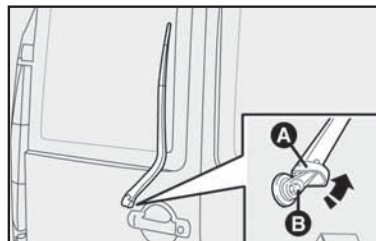

fig. 23
Substituição da limpador/palheta do limpador do vidro traseiro (se equipado) - fig. 23
1) Para retirar o limpador basta afastar a proteção **A** conforme a seta e desparafusar a porca **B-fig. 23**.